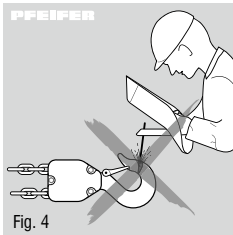

Fig. 4
- Tout travail de soudure au niveau du crochet et de la chaîne de charge est interdit. La chaîne de charge ne peut pas être utilisée comme fil de terre pour des travaux de soudure (Fig. 4).